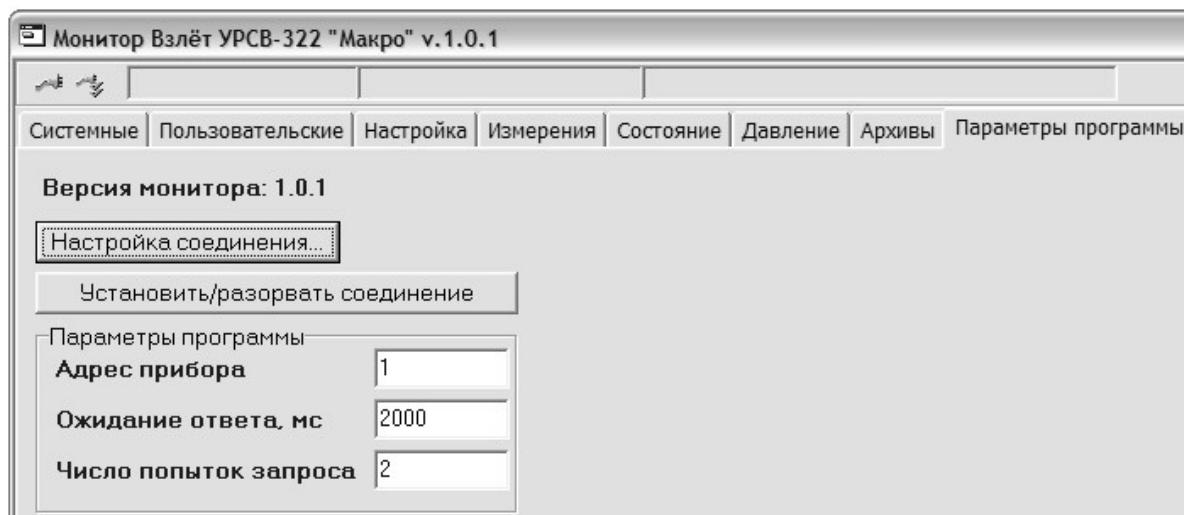

Рис.4. Окно вкладки «Параметры программы».
3.1.2. Подключить сервисный кабель к разъему СЕРВИС на блоке ВП. Соединить USB-порт компьютера и разъем RS-485 сервисного кабеля через адаптер сигналов USB-RS232/485. На компьютере запустить файл УРСВ-322.vpr. На экране монитора появится окно с вкладкой «Параметры программы» (рис.4):
3.1.3. Установить связь с расходомером, нажав кнопку **Установить / разорвать соединение** (рис.4). При удачном завершении операции вид окна изменится (рис.6).
- 3.1.13. При наличии нескольких расходомеров, объединенных в сеть по интерфейсу RS-485, перейти в окно вкладки **Параметры программы** (рис.4) и выполнить настройку адресов и временных задержек для корректной связи с другими расходомерами в сети.